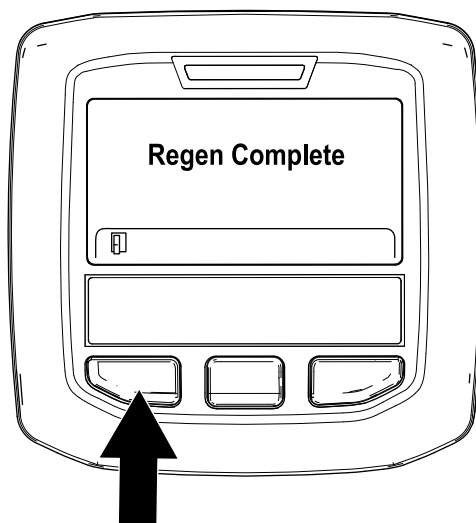

Figura 52
- A regeneração em estacionamento está concluída quando a mensagem “Regen Complete” (Regen. completa) surge no InfoCenter. Prima o botão esquerdo para sair para o ecrã inicial (Figura 52).